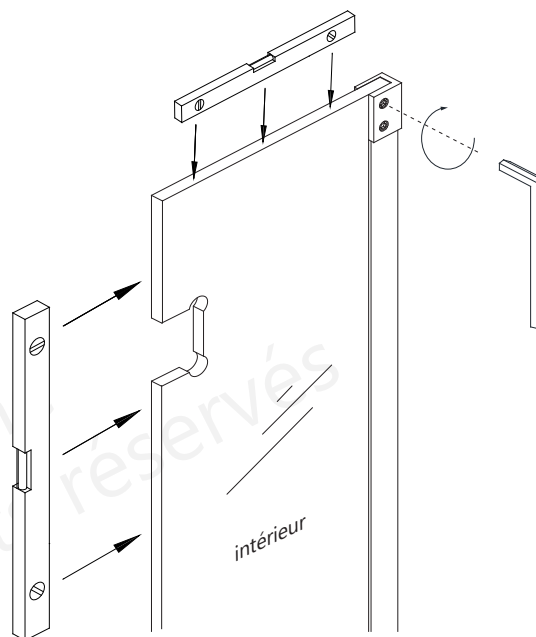

Fig 9
9. Serrez les vis de réglage à pointe de caoutchouc de la fixation **du panneau vitré avec charnière (N° 36)** pour fixer le panneau vitré avec charnière. **(Fig 9)**
REMARQUE : Après l'installation du panneau vitré avec charnière (N° 32) et avant d'accrocher la porte vitrée, il est fortement conseillé de laisser durcir le silicone. **(Fig 9)**